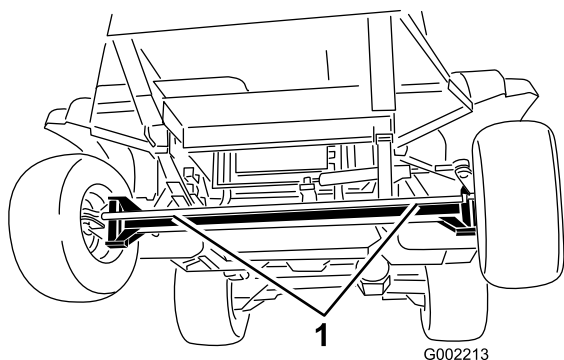
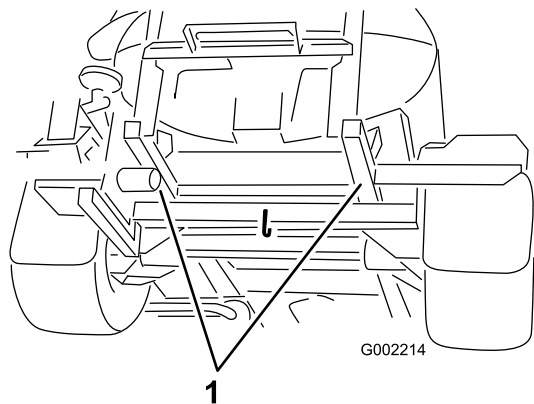

图 49
图 50
4. 将拖绳系在机架上请参照前、后拖曳点 图 49 和 图 50。